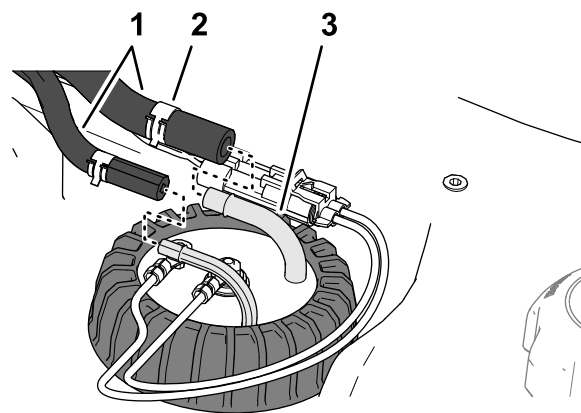

**Figura 88**
3. Îndepărtați conectorul cu 2 mufe al fasciculului de cabluri al transmițătorului pentru combustibil din conectorul cu 2 pini al fasciculului de cabluri al mâinii (Figura 88).